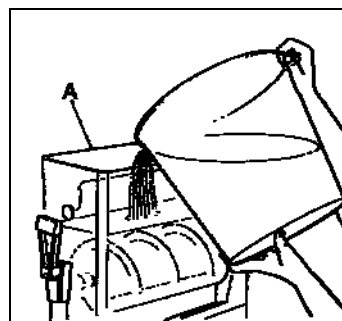

Fig. 19
- Echar el producto obtenido en la cuba respetando la capacidad máxima de 12 litros (ver la fig.19).